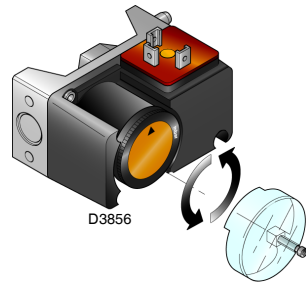

Fig. 24
- Regular el presostato gas de máxima (Fig. 24) al final de la escala.